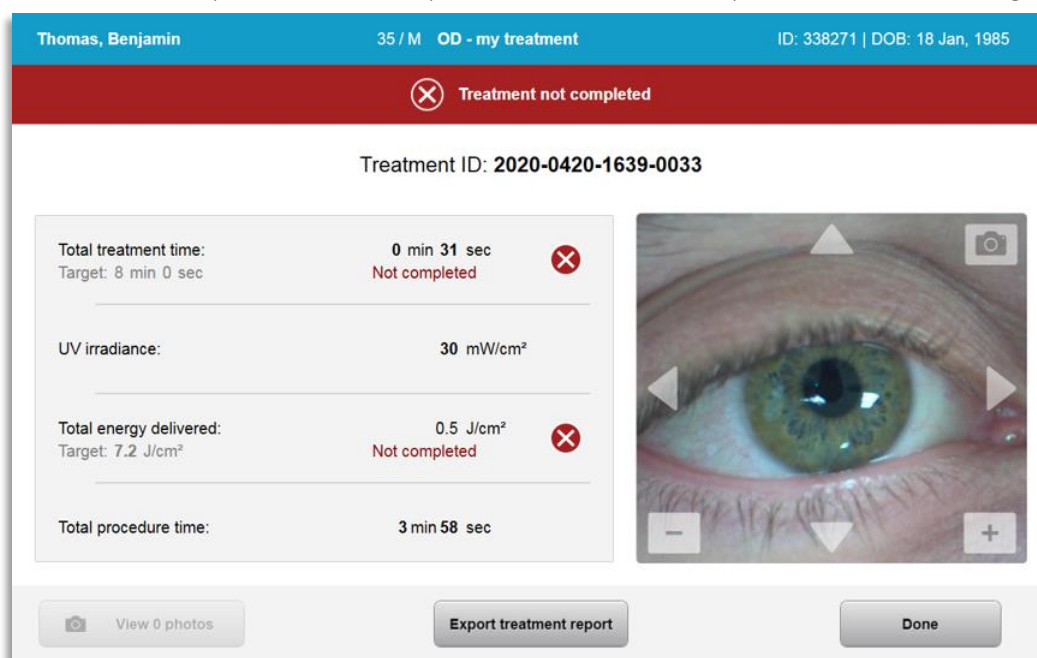

Figura 3-30. Tratament parțial incomplet
- Informațiile despre tratamentul parțial vor fi afișate, după cum se arată în Figura 3-30.